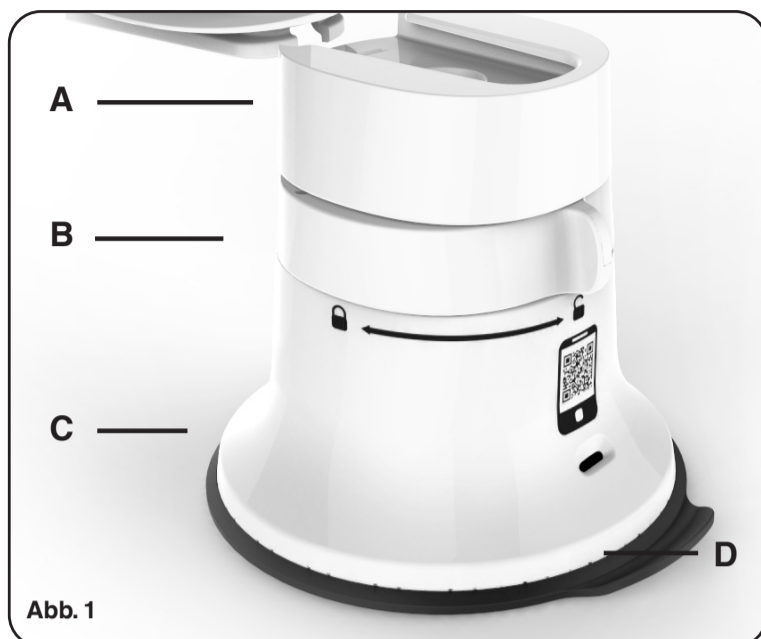

Abb. 1
### Comment fabriquer de la saucisse (p. 59 - fig. 1 & 3) :
1. Stellen Sie sicher, dass die Saugfußverriegelung auf unverriegelter Position steht (Abb. 1).
2. Stellen Sie den Saugfuß (C) auf eine saubere, fettfreie und stabile Arbeitsplatte. Schieben Sie den oberen Teil in die Schiene am Saugfuß, bis Sie ein Klicken hören (A) (Abb. 1).